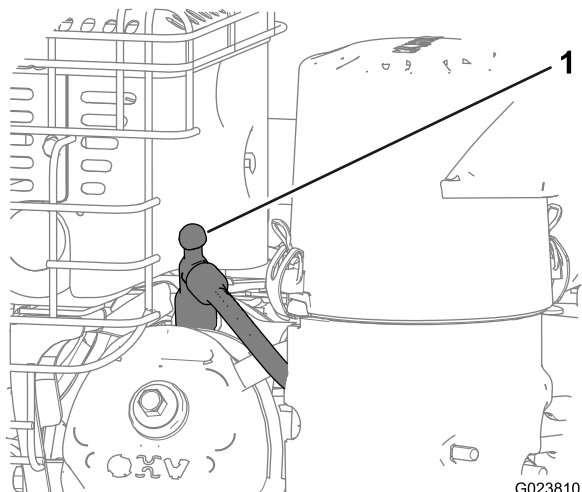

Figura 19
3. Desconecte el cable de la bujía de la bujía, y mantenga el cable alejado de la bujía para evitar un arranque accidental (Figura 19).